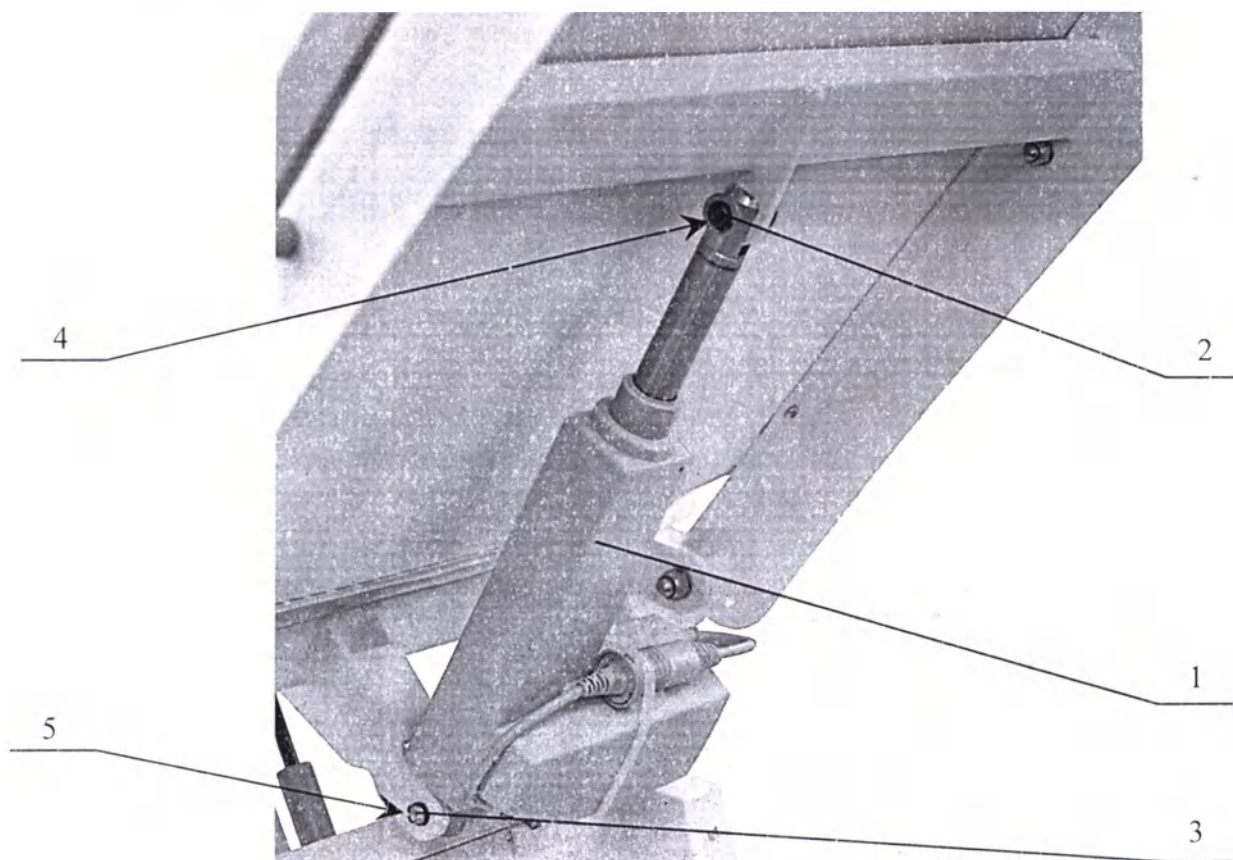

Рисунок 8. Замена электропривода спинной секции.
12.2.1 Снимите шайбы 4, 5 (Рисунок 8).